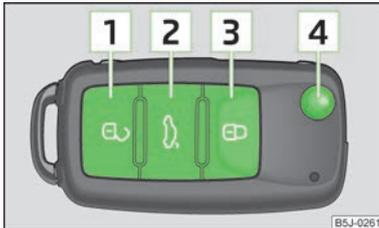

Abb. 14
- Die Taste **1** » Abb. 14 drücken.
- Die Taste **3** » Abb. 14 drücken.
- Die Taste **3** » Abb. 14 zweimal innerhalb von 2 Sekunden drücken. Weitere Informationen » Seite 28.
- Die Taste **2** » Abb. 14 drücken. Weitere Informationen » Seite 34.
- Die Taste **4** » Abb. 14 drücken.
- Die Taste **4** » Abb. 14 drücken und den Schlüsselbart einklappen.